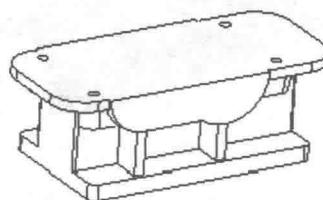

图 1-26 镜像结果
按住“shift”键，选择前面完成的⑦⑧⑨⑩⑪⑫⑬特征，右键单击，在弹出的快捷菜单中选择“组”命令，组成一个组，选择该组，选择“镜像 ”命令，以 Front 基准面为镜像平面，镜像组，结果如图 1-26 所示。